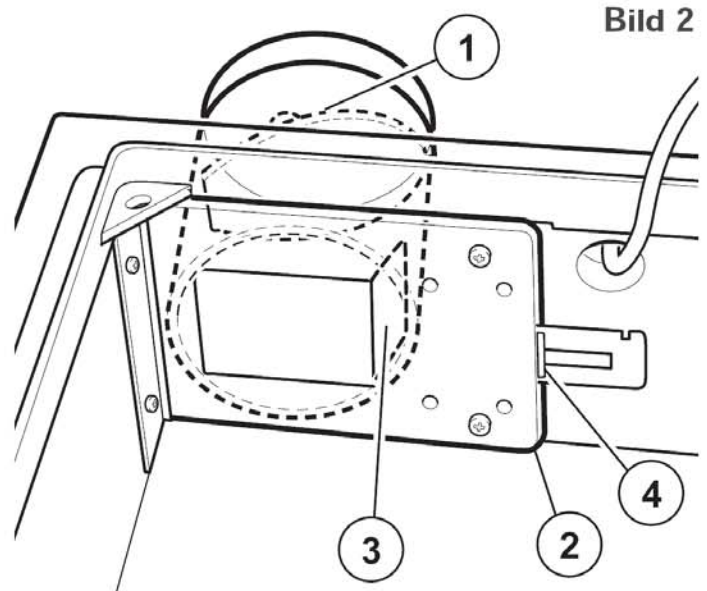

Bild 2
- Rückschlagklappe (Bild 2 Nr. 1) auf Funktion und Freigängigkeit überprüfen (evtl. Schmutz entfernen).
- Bei eingebauter Brandschutzklappe (2) prüfen, ob Klappe (3) offen und Schmelzlot (4) eingesetzt ist, Bild 2.